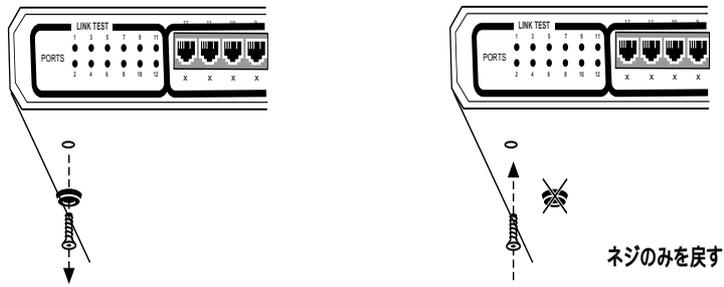

図4：ゴム足部分の取り外し（本体の底面部分）
- 2) ハブのゴム足を外してください（次ページの図4を参照）。ゴム足ははずさないで、ベースプレートを取り付けることができません。取り外したネジは、再度本体に取り付けてください。